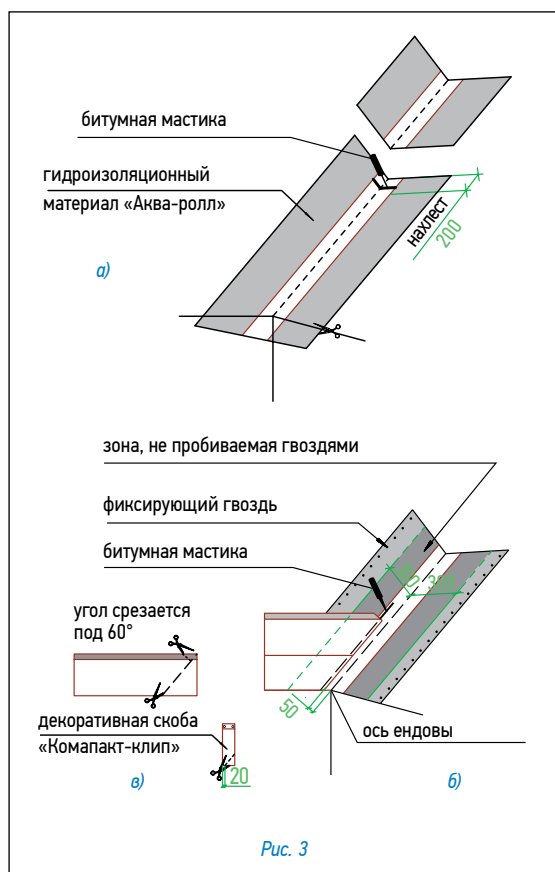

Рис. 3
#### Ендова (рис. 3)
- ровно по центру ендовы расстилается специальный рулонный материал «Аква-ролл», фиксируется в верхней части двумя гвоздями и обрезается в нижней части по линии карниза (рис. 3а);
**2. «Аква-ролл» укладывается с нахлестом 20 см, место нахлеста тщательно обрабатывается битумной мастикой (рис. 3а).**
- непосредственно перед укладкой в ендову черепицы, защитная пленка с лицевой стороны «Аква-ролл» снимается и на самоклеящуюся поверхность укладываются листы черепицы, обрезанные в соответствии с заранее отбитыми линиями (рис. 3б).
**Внимание:** 1. Необходимо также подрезать верхний уголок обрезанного края листа (см. рис. 3в) для правильного стока воды.
**2. Крепление обрезанного листа к медной части «Аква-ролл» осуществляется при помощи сплошной полосы битумной мастики (рис. 3б).**
**4. В случае, если скоба «Компакт-клип» приходится на место обреза листа, можно либо обрезать накладку, оставив минимум 2 см в нижней части (рис. 3в), либо произвести укладку листов без использования накладки.**